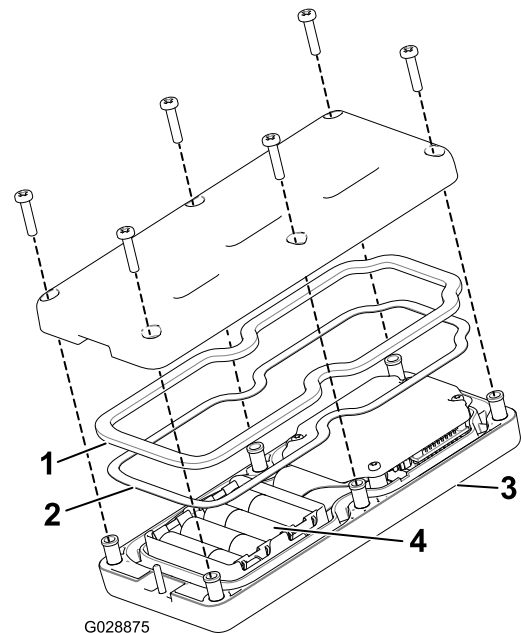

図 21
2. 電池を入れる 電池の向きに注意すること。電池を入れる箇所にはプラス・マイナスの表示がある 図 21。
3. スチール製のガスケットとゴム製のシールをハンドヘルドリモートの溝にきちんとはめ、バックカバーを取り付ける (図 21)。
4. ねじ6本を使ってカバーを固定し 図 21、各ねじを 1.5 - 1.7N・m0.15-0.17 kg.m = 13 - 15 in-lb にトルク締めする。